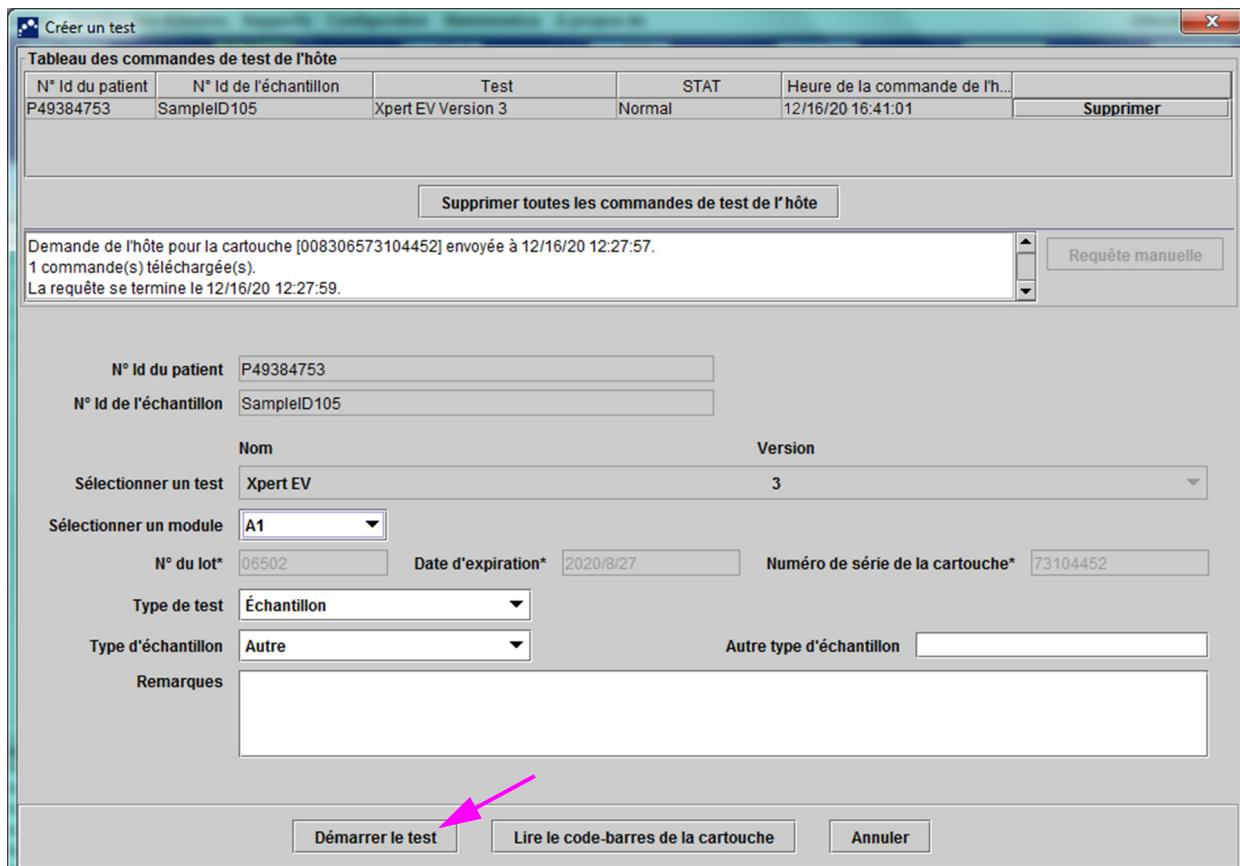
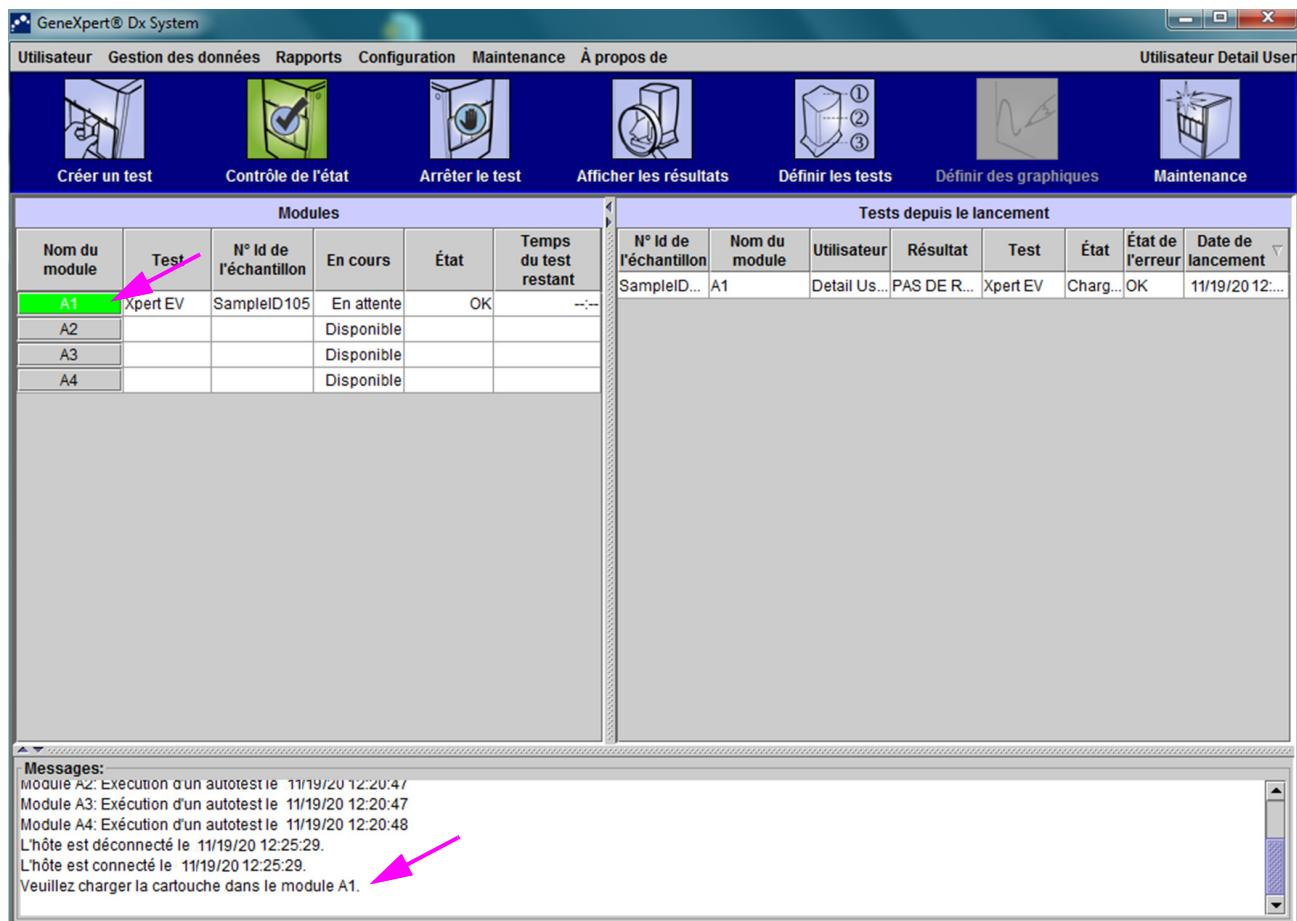

Figure 5-115. Écran Crer un test, montrant la requête de cartouche terminée
Figure 5-116. Écran d'accueil GeneXpert montrant le message de téléchargement de cartouche
Le Système GeneXpert Dx va effectuer des requêtes sur le système Cepheid Link pour vérifier que la commande existe sur le système. Si la commande existe, elle sera téléchargée vers le Système GeneXpert Dx. (voir la Figure 5-115).
4. Dans la section **Tableau des commandes de test de l'hôte**, (voir la Figure 5-115), passez en revue la commande. Saisissez si nécessaire des informations ou des remarques supplémentaires, puis sélectionnez le bouton **Démarrer le test**. L'écran d'accueil du GeneXpert apparaît, affichant un message demandant de télécharger la cartouche dans le module, qui est mis en valeur en vert. Voir la Figure 5-116.